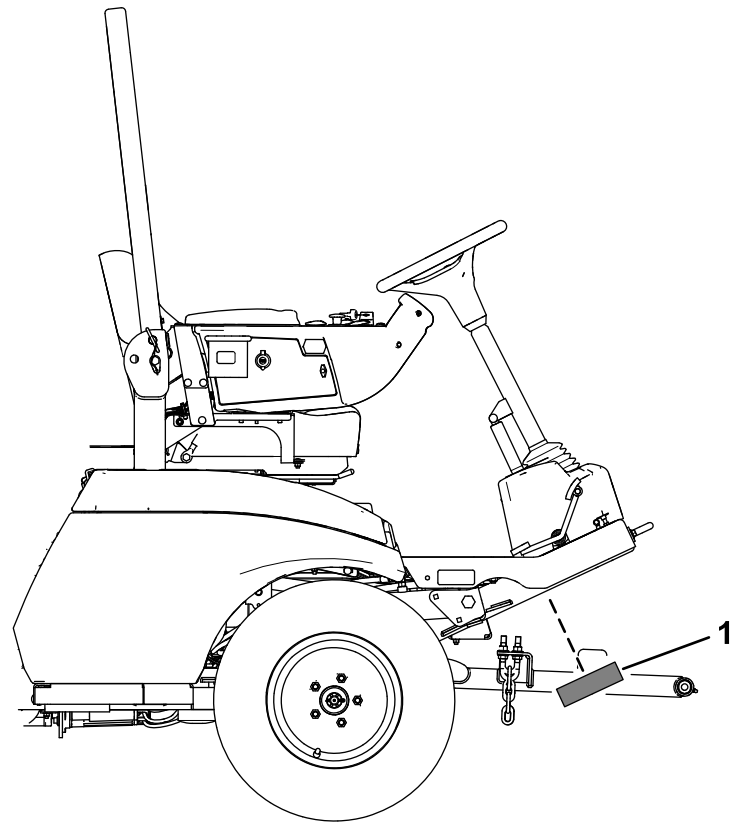

Figura 37
5. Montate la piastra sul telaio (Figura 37).